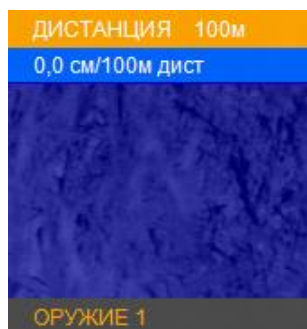

Рисунок 15 – Выбор дистанции пристрелки
Если Вы сохраняете текущую поправку к СТП, то программа автоматически запросит дистанцию пристрелки (см. рис. 15). Пользователю необходимо ввести дистанцию пристрелки и нажать кнопку (4), после чего программа вернется в раздел «НАСТРОЙКА СЕТКИ».